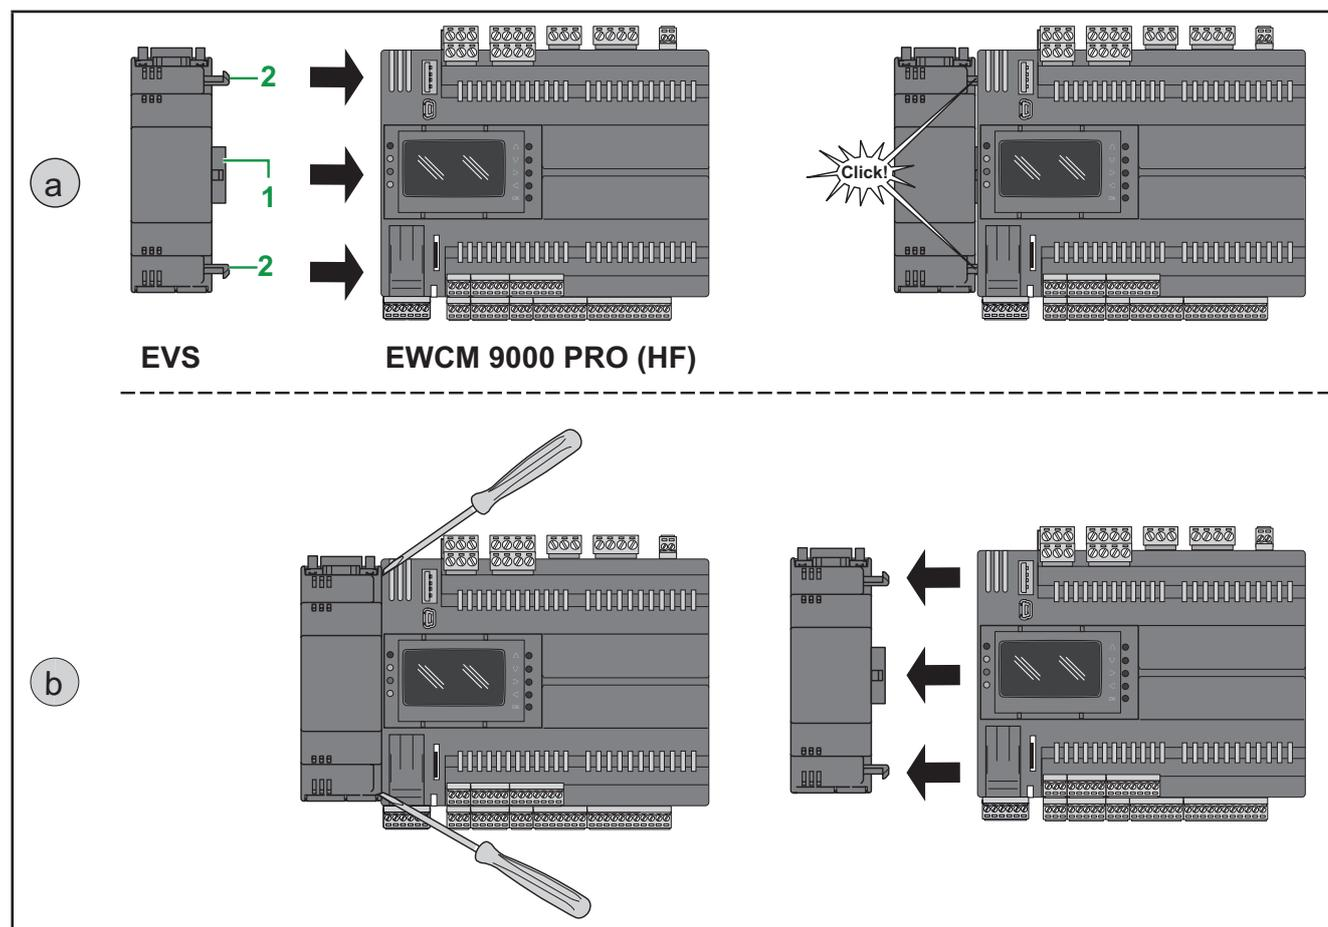

Fig. 14. Montagem (a) / Desmontagem (b) dos módulos de comunicação EVS
Os módulos de comunicação **EVS** são módulos 2DIN que é possível ligar a um controlador **EWCM 9000 PRO** (ver a **Fig. 14 na pág. 28**) para aumentar o número e/ou os tipos de portas de comunicação.
1. através do conector do módulo de comunicação (consulte o elemento 1 na **Fig. 14 na pág. 28**),
2. com os dois ganchos de fixação (consulte os elementos 2 na **Fig. 14 na pág. 28**) a que está fixado o módulo de comunicação.